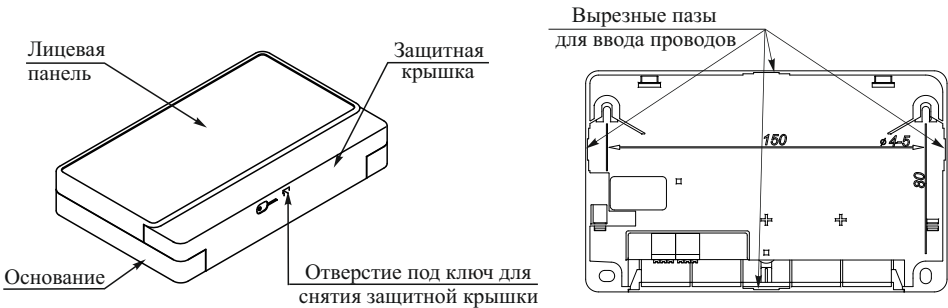

Рисунок 2
5.5 Для ввода проводов необходимо в корпусе ЭДУ-ПТ-ИКЗ-РЗ в наиболее тонких местах вырезать пазы (рисунок 2).